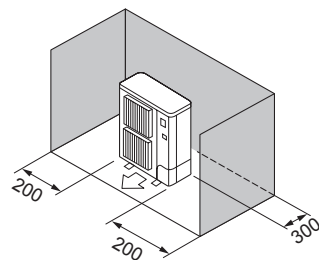

Fig. 2-5
- ③ Obstacles à l'arrière et sur les côtés (Fig. 2-5)